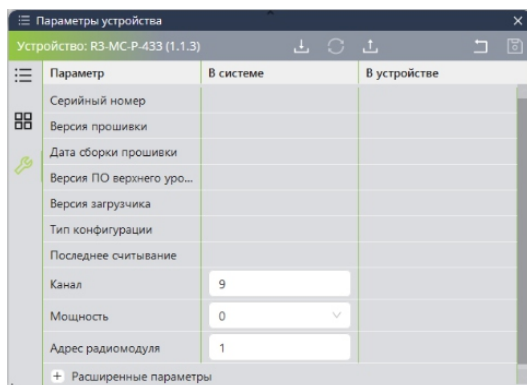

Рисунок 3
- «Канал» – номер канала, на частоте которого будет работать пара R3-MC-P. Для связи подсетей R3-Link пары R3-MC-P должны иметь одинаковые номера канала (рисунок 3);